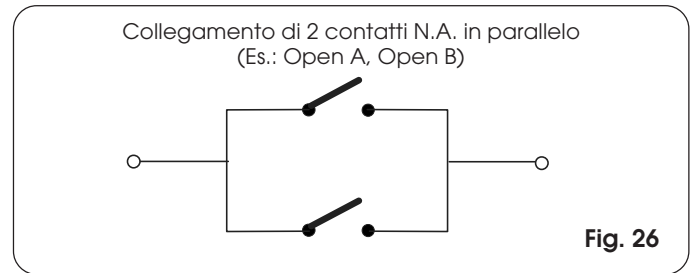

Fig. 26
N.B.: se due dispositivi con contatto N.A. hanno la stessa funzione vanno collegati in parallelo tra di loro (Fig. 26).